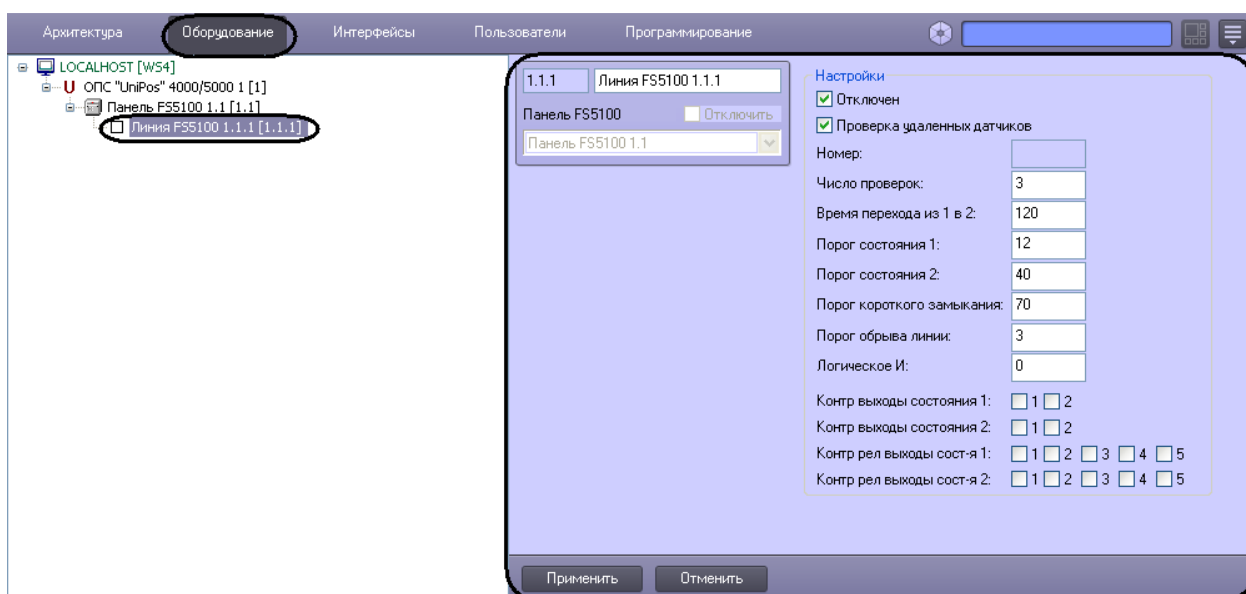

Рис. 3.4—3 Объект Линия FS5100
Настройка линий панели *FS5100* проходит на панели настроек объекта **Линия**. Данный объект создается на базе объекта **Панель FS5100** на вкладке **Оборудование** диалогового окна **Настройка системы** при построении дерева объекта **ОПС «UniPos» 4000/5000** (Рис. 3.4—3) (см. раздел *Построение дерева объектов ОПС «Unipos 4000/5000»*).
1. Перейти на панель настроек объекта **Линия FS5100** (Рис. 3.4—4).